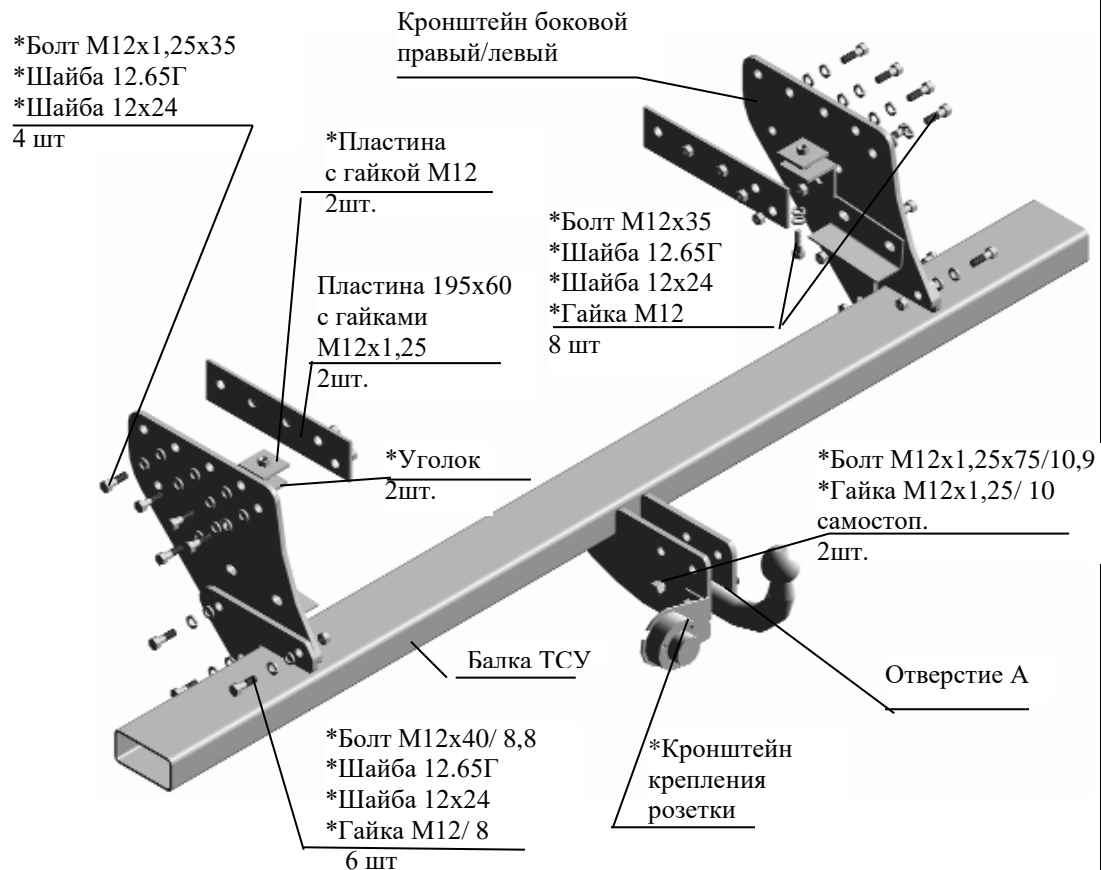

Рис.1 Тягово-цепное устройство 7114.
2.1 ТСУ 7114 в сборе (рис.1)	1 шт.
2.2 Пакет с комплектующими (см. рис.1)+защитный колпак	1 шт+1 шт.
4.5 Закрепить балку ТСУ к боковым кронштейнам (крепежом соответственно рис.1).